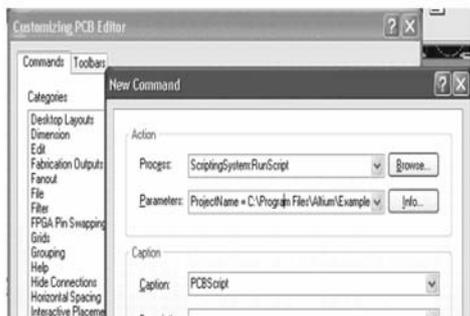

图 3 菜单加载设置
- 2) 点击 New 按钮,打开 New Command 对话框,如图 3 所示;
- 6) 点击 OK 返回后将会在 Custom 的 Command 列表中显示出上述名称,把他拖放到菜单栏即可,如图 3 所示。